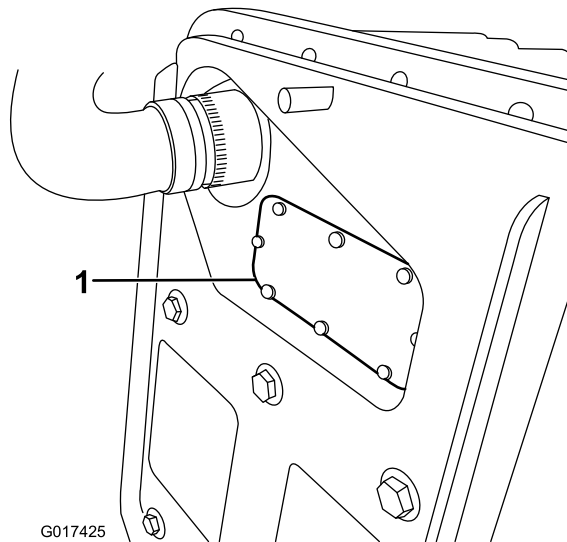

Рисунок 43
- B. Снимите крышку блока предохранителей (Рисунок 43).